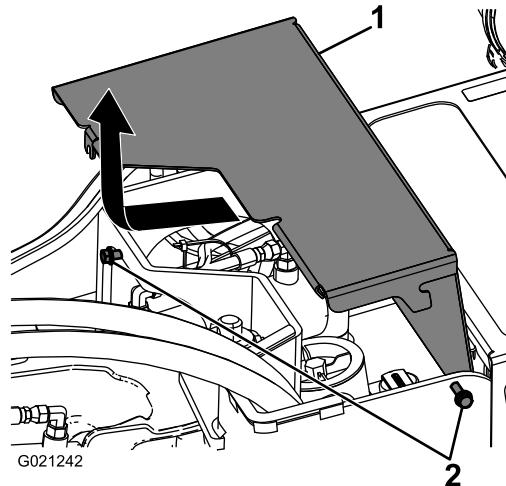

Figura 24
3. Afloje los 2 pernos que sujetan la cubierta delantera a la máquina (Figura 24).
4. Deslice la cubierta hacia adelante y tirar hacia arriba para retirar la cubierta Figura 24.
5. Para instalar la cubierta delantera, deslícela en su sitio y sujetela con los 2 pernos que aflojó anteriormente (Figura 24).